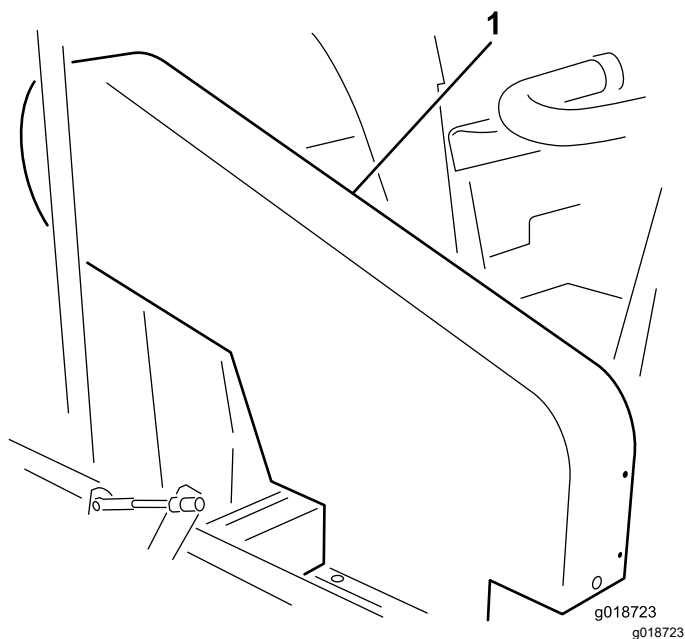

Рисунок 19
**Примечание:** Для проверки натяжения ремня нет необходимости снимать верхний кожух ремня (Рисунок 19). Чтобы снять кожух ремня, отверните 4 болта с шайбами и гайками, которые крепят кожух к раме. Не эксплуатируйте машину без установленных на штатных местах ограждений.
Проверьте натяжение, приложив к ремню посередине между шкивами крыльчатки и сцепления усилие 18–22 Н. Отклонение ремня должно составлять 1,3 см. Если отклонение неправильное, см. раздел Регулировка ремня привода крыльчатки \(страница 29\). Если отклонение правильное, продолжайте нормальную эксплуатацию (Рисунок 19).
Проверьте натяжение, приложив к ремню посередине между шкивами промежуточного вала и сцепления усилие 18–22 Н. Отклонение ремня должно составлять 6 мм. Если отклонение неправильное, см. раздел Регулировка ремня промежуточного вала \(страница 29\). Если отклонение правильное, продолжайте нормальную эксплуатацию (Рисунок 19).
1. Удалите 4 болта с шайбами и гайками, которые крепят верхний кожух к раме (Рисунок 19).